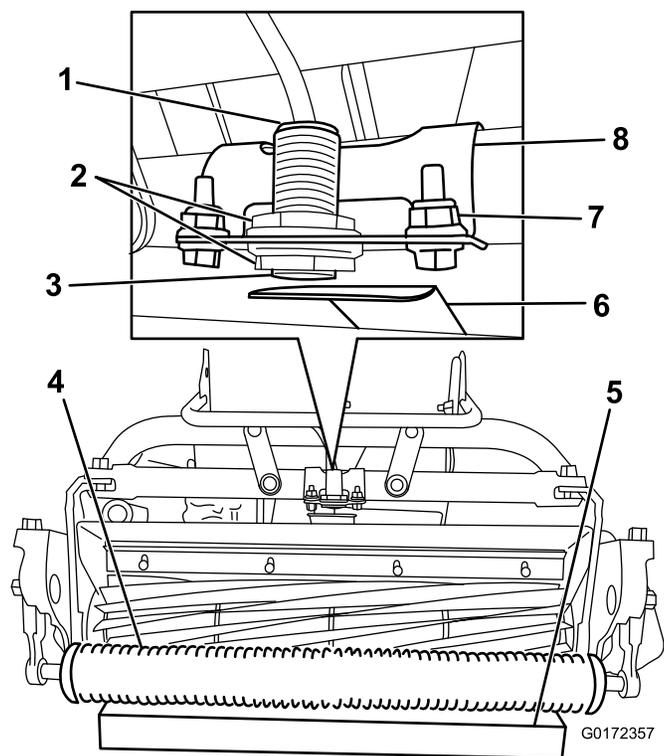

Рисунок 10
2. Ослабьте контргайки на датчике и отрегулируйте датчик таким образом, чтобы из нижней контргайки выходил наружу один виток резьбы (Рисунок 10).
4. Установите подставку толщиной 3,8 см под передний валик режущего блока (Рисунок 10).
5. Ослабьте детали крепления кронштейна датчика к раме (Рисунок 10).
8. Поворачивайте кронштейн датчика в сторону отражательной пластины до тех пор, пока не загорится индикатор сверху датчика (Рисунок 10). Если индикатор уже горит, поворачивайте его в сторону от отражательной пластины, пока он не погаснет, затем в обратном направлении, пока он не загорится снова.